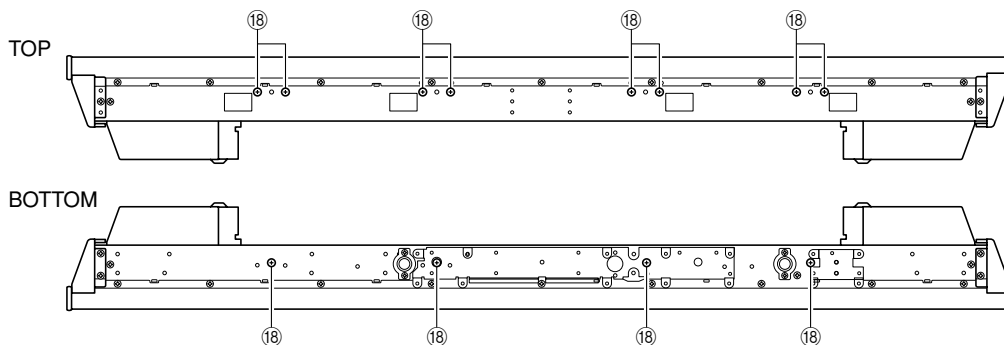

Fig. 8
- Remove 12 screws (18). (Fig. 8)
- ⑱のネジ12本を外します。(Fig. 8)